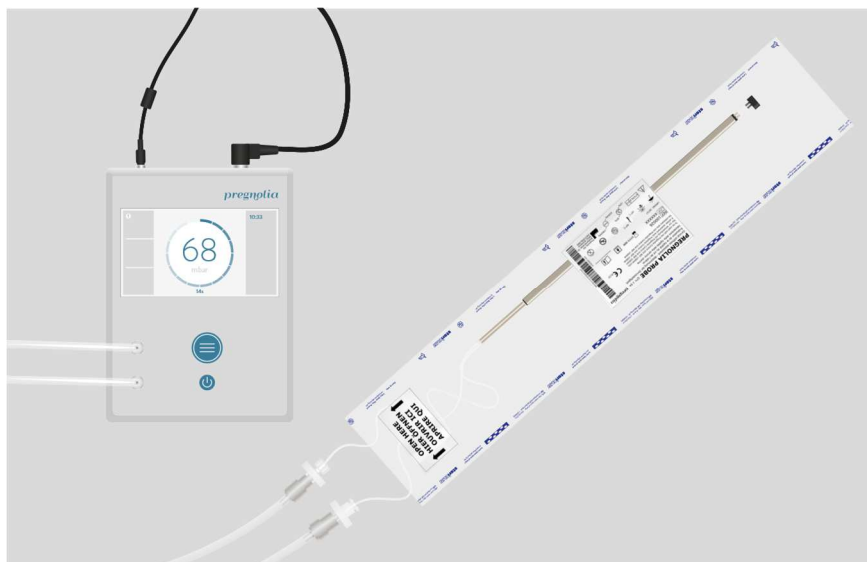

FIGURA 15: Passaggio 3. Collegare i filtri al tubo di connessione, lasciando la sonda all'interno della confezione sterile.
- 3) Collegare i *filtri* al *tubo di connessione*, lasciando la *sonda* all'interno della *confezione sterile* (FIGURA 15).